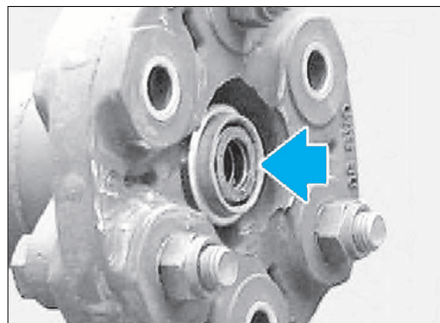

FIG. 4
- contrôler la douille de centrage, la remplacer si nécessaire et la graisser (utiliser de la graisse Molykote Longterm 2 PLUS par exemple) (Fig.4)